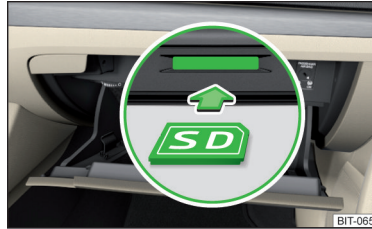

Abb. 184
- » Die SD-Karte in den Schacht in Pfeilrichtung, mit der abgeschnittenen Ecke nach rechts gerichtet **einschieben**, bis diese „verrastet“ » Abb. 184 bzw. » Abb. 185.